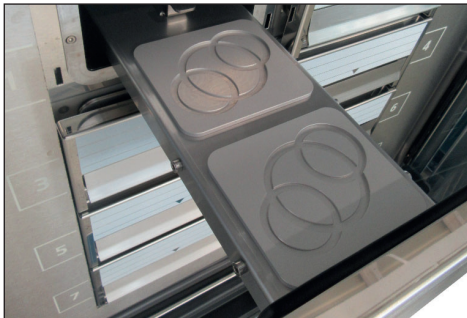
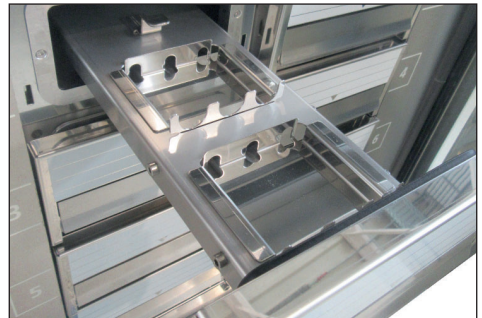

Abb. 10 Einsätze für Petrischalen und/oder 4-Well-Platten eingelegt
Abb. 11 Röhrchenhalter eingelegt
4. Einsätze für Petrischalen und/oder 4-Well-Platten sowie Röhrchenhalter einlegen (Abb. 10 und Abb. 11).